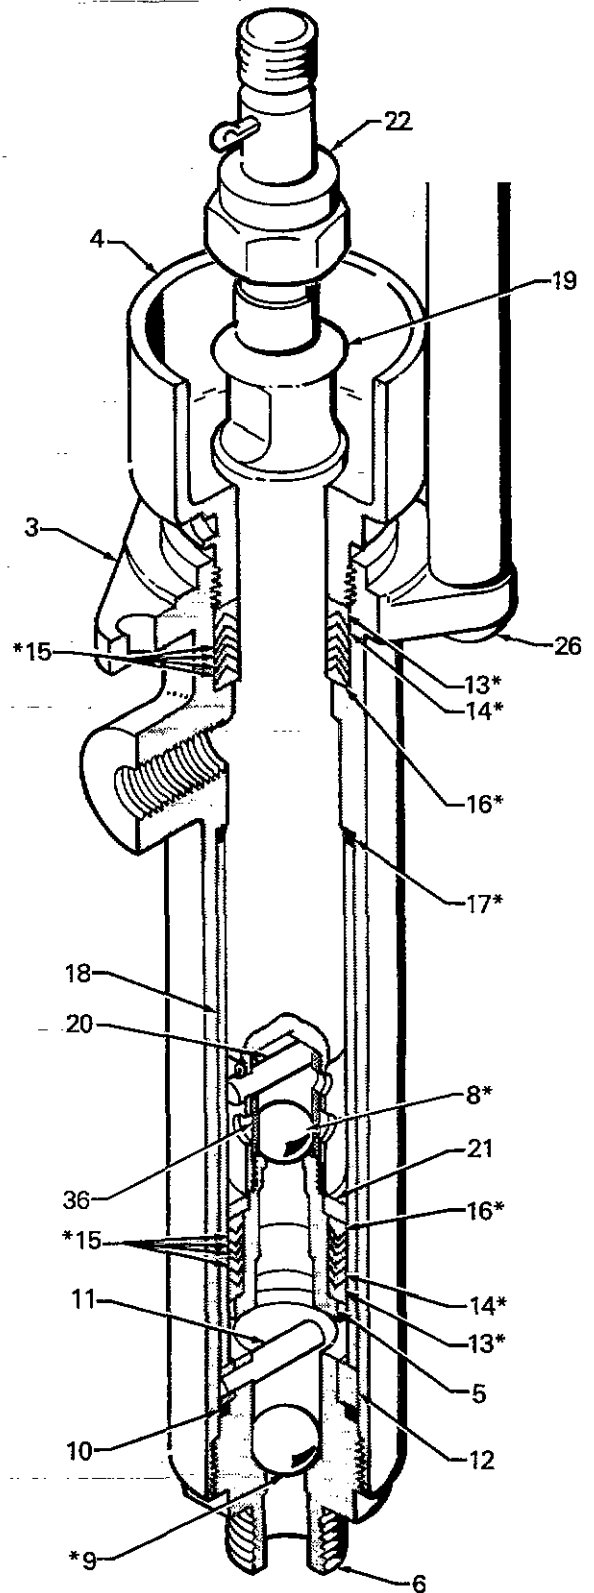

Fig 3
(Voir Fig 3 ou 4)
2. Débrancher les flexibles de produit. Retirer les écrous de blocage de bielle (26). Maintenir les méplats de la tige de piston avec une clé, puis, à l'aide d'une autre clé, desserrer l'écrou de raccord (22). Placer la pompe à piston dans un étau.
3. Desserrer le corps de la soupape d'aspiration (6) du carter de pompe (3). Retirer l'axe d'arrêt à bille, l'arrêt, le joint torique, et la bille.
4. Desserrer l'écrou de presse-étoupe (4), puis appuyer la tige de piston (19) pour dégager le corps de piston (5) de la partie inférieure du carter de pompe (3). Saisir le piston et extraire la tige.
5. Desserrer le corps de piston (5) de la tige (19). Retirer la bille, l'arrêt de presse-étoupe, les presse-étoupes, et les garnitures.
6. Desserrer l'écrou de presse-étoupe (4) du carter de pompe (3). Retirer les garnitures et les presse-étoupes d'ajutage.
7. Nettoyer entièrement les pièces avec un solvant compatible, et sécher à l'air. Examiner l'état des pièces (usure ou endommagement). La partie extérieure de la tige de piston (19) et la surface intérieure lisse du manchon (18) ne doivent présenter aucun signe d'entaille ni de rayure. Dans le cas contraire, remplacer les deux pièces. Si le manchon ne peut pas être retiré facilement pour le remplacer, prendre contact avec la filiale ou le représentant Graco le plus proche. Monter un nouveau manchon, extrémité conique vers le vas, dans le carter de pompe, et remplacer le joint (17*).
9. Installer les garnitures de piston (5). Vérifier que les lèvres des garnitures en V sont orientées vers le HAUT sur le corps. Si l'axe d'arrêt à bille (20) et le guide à bille (36) ont été déposés, les remettre en place.
Mettre en place, dans l'ordre, un presse-étoupe femelle (13*), une garniture en V en PTFE (14*), quatre garnitures en V en cuir (15*), un presse-étoupe mâle (16*), l'arrêt de garniture (21), et la bille (8*) sur le corps du piston (5). Voir Fig 3.
Mettre en place, dans l'ordre, un presse-étoupe mâle (16*), quatre garnitures en cuir (15*), une garniture en V en cuir (15*), une garniture en V UHMWPE (14*), une garniture en V UHMWPE (14*), une garniture en V en cuir (15*), une garniture en V UHMWPE (14*), et un presse-étoupe femelle (13*), dans l'ajutage du carter de pompe (3). Voir Fig 3.